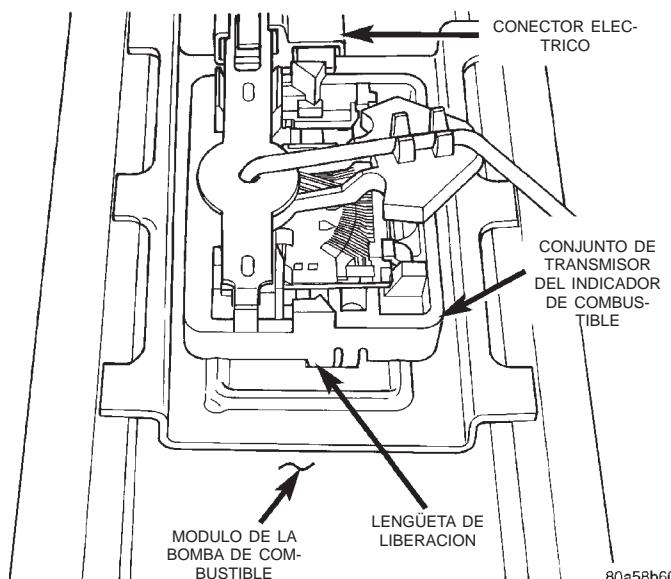

Fig. 28 Lengüeta de liberación del conjunto de transmisor del indicador de combustible
(2) Retire el módulo de la bomba de combustible. Consulte Desmontaje e instalación del módulo de la bomba de combustible.
(3) Retire el conector de cables eléctricos de los terminales del conjunto de transmisor.
(4) Presione sobre la lengüeta de liberación (Fig. 28) para sacar el conjunto de transmisor del módulo de la bomba.